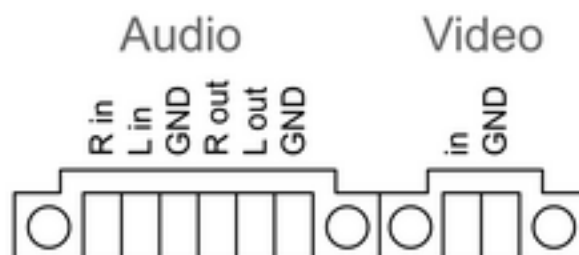

Bild 7: Anschlussbelegung Audio- und Videoverbindungen
- Netzspannung **L** und **N** an Klemme (33) anschließen.
- Audio-Geräte an Klemme (35) anschließen (Bild 7).
- Video-Gerät an Klemme (36) anschließen (Bild 7).